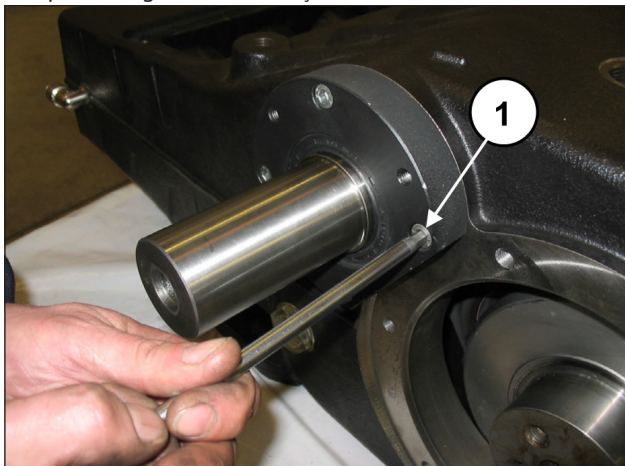
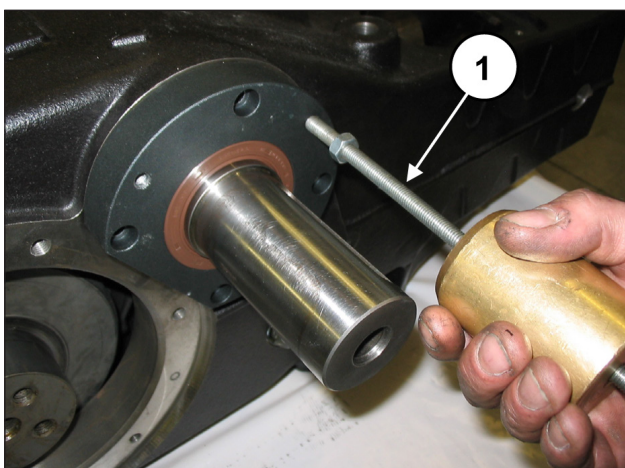

Fig. 27
Fig. 28
Solte os parafusos de cobertura do rolamento PTO direito e esquerdo (pos. ①, Fig. 27), e solte as duas coberturas do eixo PTO. Para facilitar a desmontagem, use 3 grãos ou parafusos M8 (pos. ①, Fig. 28) com a função de extratores.